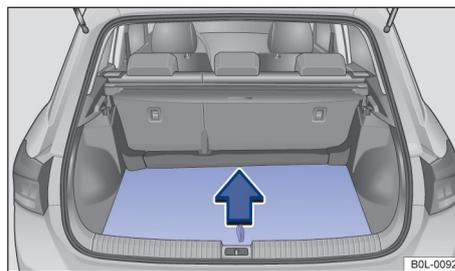

Рисунок 114. В багажнике: Открытие пола багажника
- Возьмитесь за круглую ручку на полу багажника → Рисунок 114, и поднимите пол багажника.